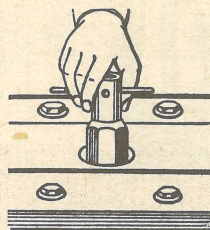

Fig. 39—Para se tirar uma vela deve empregar-se uma chave de velas
84. Para tirar uma vela deve empregar-se uma chave de velas (fig. 39) e nunca uma chave de boca fixa.